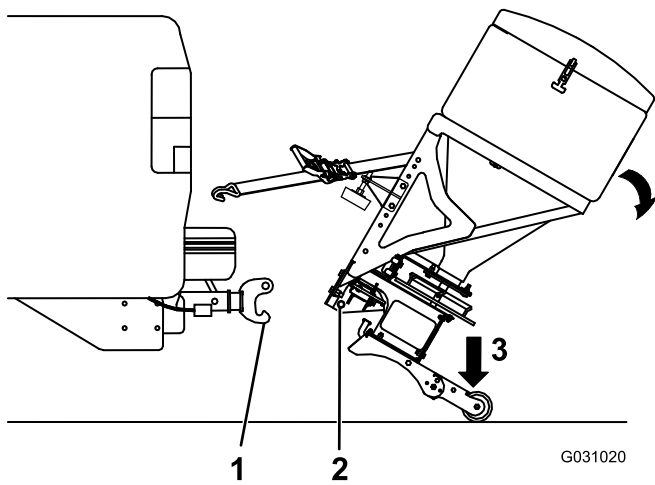

Bild 20
6. Kippen Sie den Streuer nach unten, um den oberen Bolzen aus der RT3-Halterung zu lösen (Bild 20).
7. Halten Sie den Streuer fest und treten Sie auf die Haltevorrichtung, um ihn nach hinten zu kippen, bis sich der untere Bolzen der RT3-Halterung auf Höhe des Hakens an der RT3-Kupplung befindet (Bild 20).